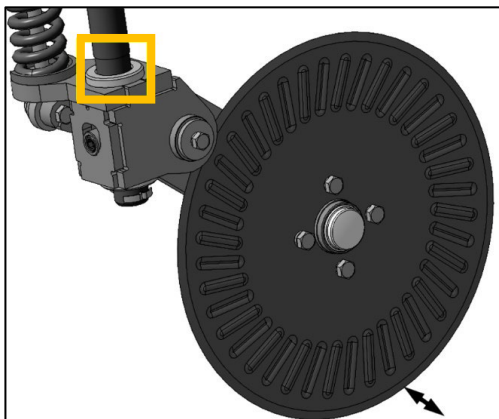

Рисунок 87 – Турбонож
11. Обильно смазать машинным маслом стойку крепления турбоножа, и проверить боковой ход турбоножа, рис. 87.